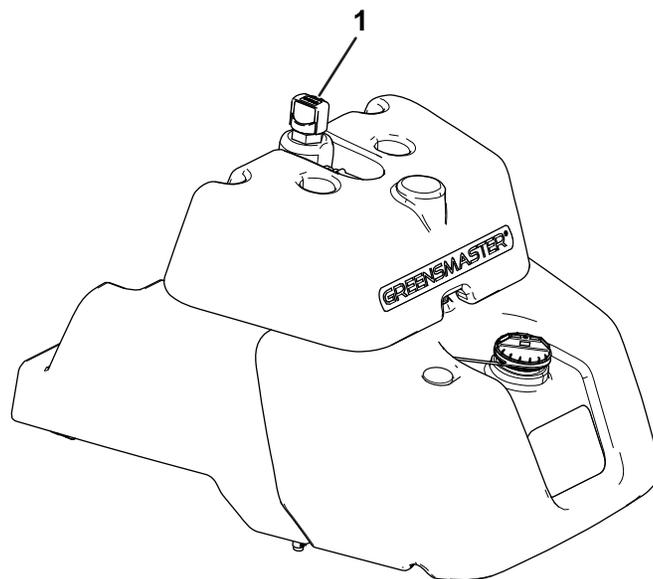

图40
- 如果油箱没有观察窗口请找到主液压油箱顶部的量油尺 图40 然后继续步骤 3。